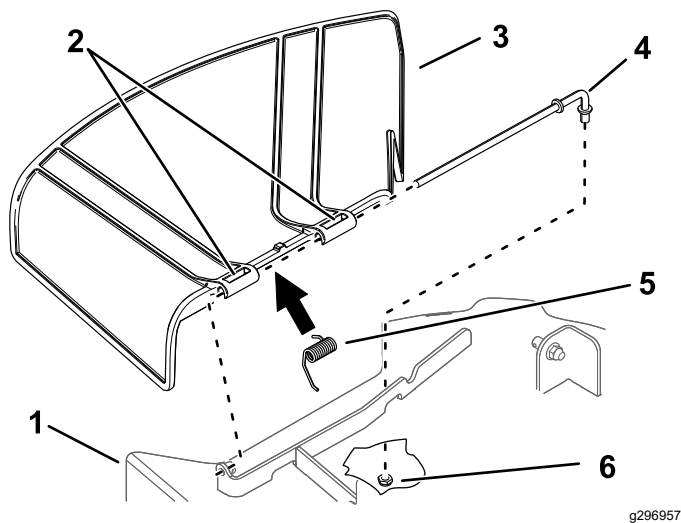

Figure 68
1. Retirez l'écrou ($\frac{3}{8}$ po) de la tige, sous le tablier de coupe (Figure 68).
2. Sortez la tige du support du tablier, du ressort et du déflecteur d'herbe (Figure 68).
4. Montez le nouveau déflecteur d'herbe (Figure 68).
7. Insérez la tige dans le second pivot du déflecteur d'herbe (Figure 68).
9. Fixez l'extrémité arrière de la tige dans le tablier de coupe à l'aide d'un écrou ($\frac{3}{8}$ po), comme montré à la Figure 68.